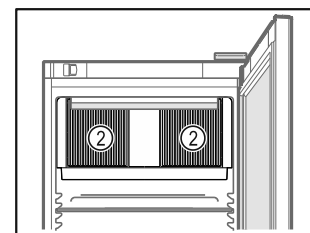

Fig. 61
- Se till att inte blockera ventilationsgallren Fig. 61 (2) för fläkten inne i skåpet.